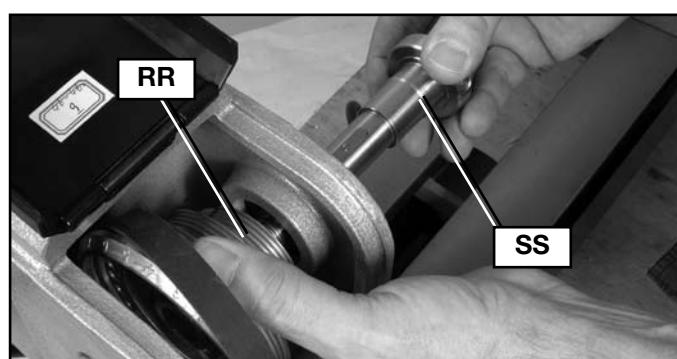

Fig. 34
7. Saisir la poulie de l'arbre (RR), fig. 34, d'une main et de l'autre, coulisser la tige de l'arbre (SS) en direction à la poupée mobile.